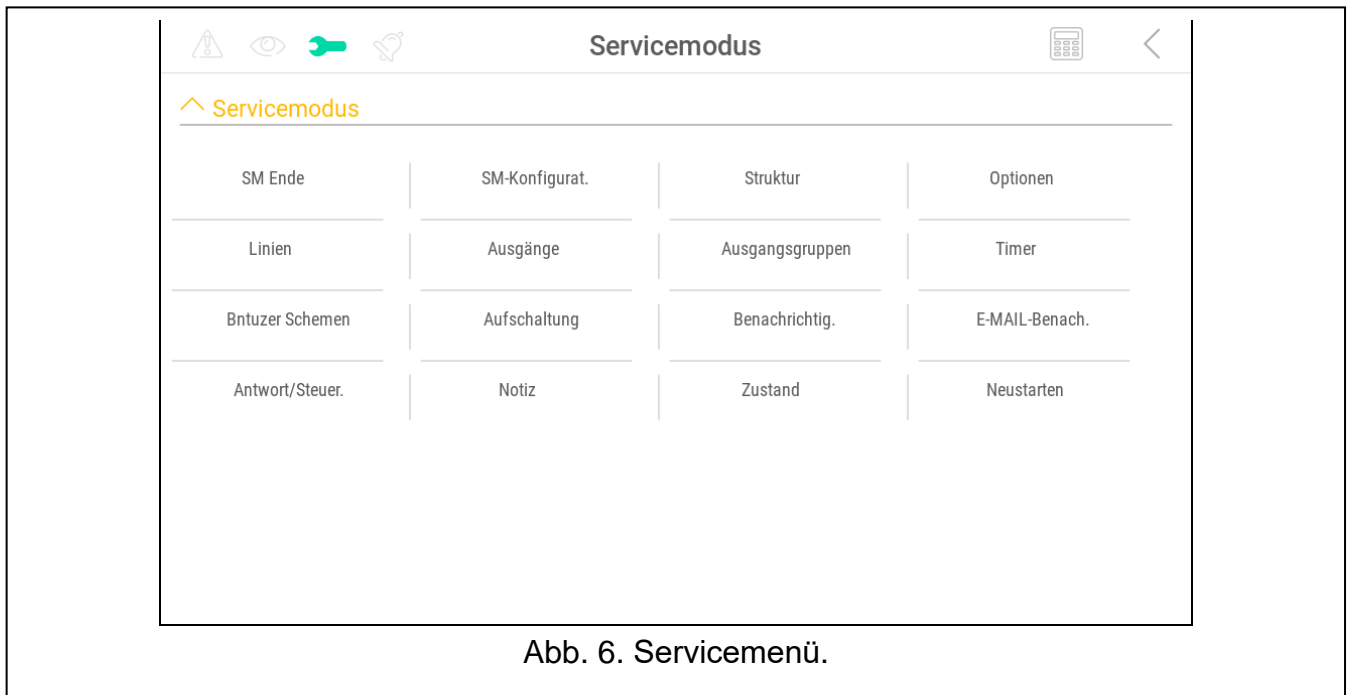

Abb. 6. Servicemenü.
5. Tippen Sie auf die Funktion „Servicemodus“. Es wird das Servicemenü angezeigt (Abb. 6).